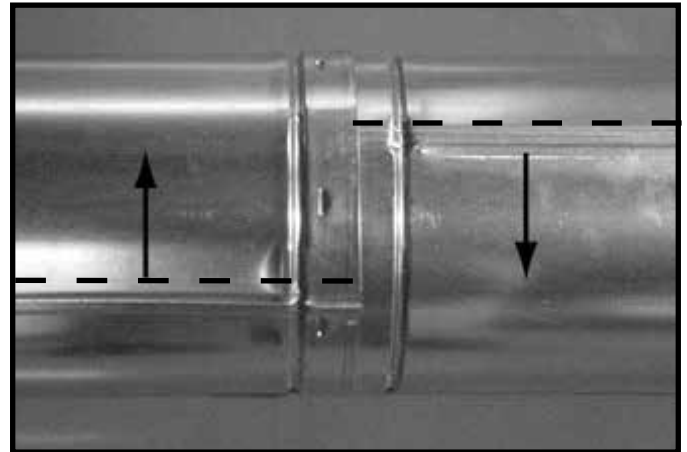

Figure 7.7 Faire pivoter les cordons de soudure pour démonter
- Faites pivoter l'une des sections (figure 7.7), de façon à ce que les cordons de soudure des deux sections de conduit soient alignés, comme à la figure 7.8.